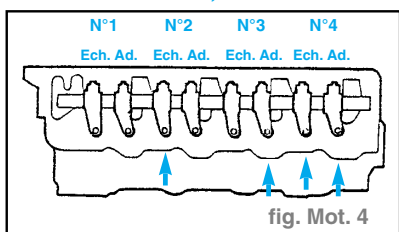

fig. Mot. 4
- Mesurer le jeu de soupape à l'endroit indiqué par la flèche dans l'illustration. (fig. Mot. 4)